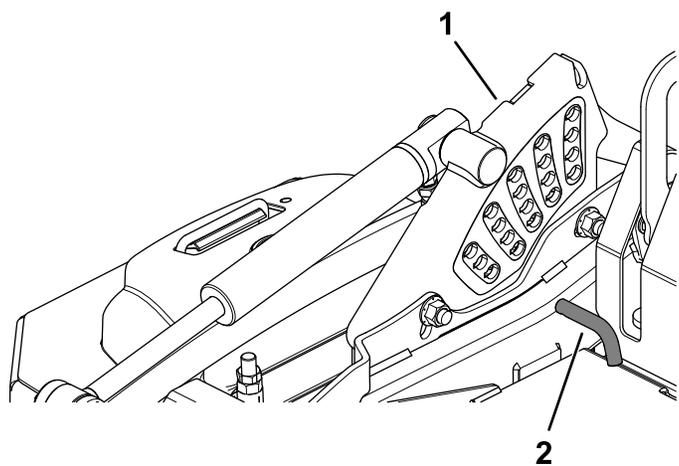

Figure 24
2. Tournez la goupille de hauteur de coupe jusqu'à ce que la goupille cylindrique située à l'intérieur soit en face des fentes dans les trous du support de hauteur de coupe, et retirez-la (Figure 24).
3. Insérez la goupille de hauteur de coupe dans le trou correspondant à la hauteur de coupe souhaitée (Figure 24).
Les différentes hauteurs de coupe sont indiquées sur l'autocollant situé sur le côté de la plaque de levage du plateau (Figure 24).